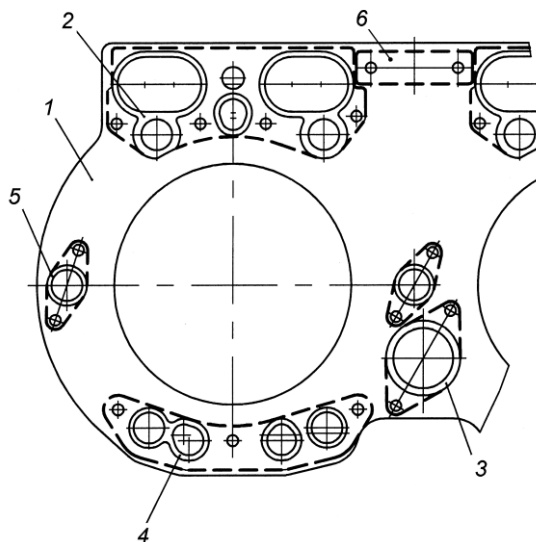

Рис. 7. Схема установки уплотнителей в металлическую прокладку:
1. Головки цилиндров двигателей ЯМЗ-238БЕ2, ЯМЗ-238ДЕ2 блочные на четыре цилиндра каждая. Привалочная к блоку цилиндров поверхность головки шлифована и имеет в зоне уплотнения гильз цилиндров кольцевые проточки. Уплотнение стыка головки цилиндров, блока и гильзы осуществляется прокладкой, состоящей из единой металлической прокладки на четыре цилиндра, уплотняющей газовый стык, и вставных, удерживаемых шпёнками, резиновых уплотнительных элементов, уплотняющих масляные, водяные и штанговые проходы. Уплотнительные элементы пяти видов в количестве 19 шт. на прокладку (рис. 7).